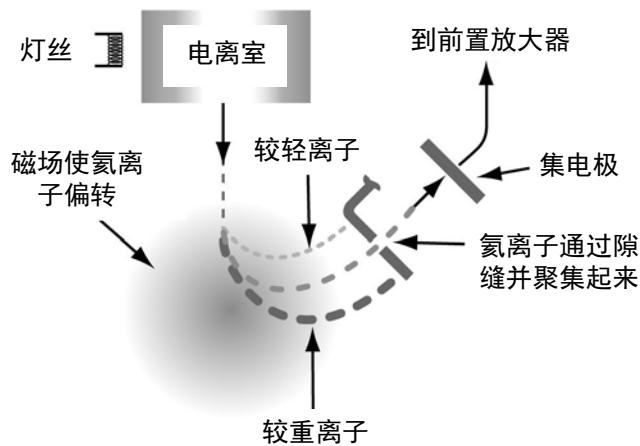

图 D-1 质谱原理
*MSLD* 的工作原理包括真空中的气体电离以及加速穿过压降区和磁场（图 D-1）。氦离子被分离并聚集起来，由此产生的离子流被放大并显示在仪表或显示器上。